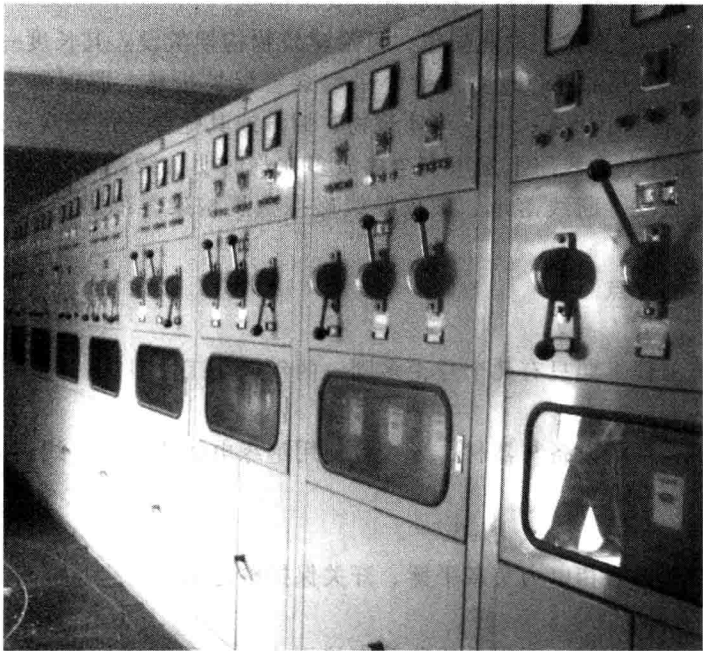

图 1-2 低压配电柜布局图
- (1) 选择低压配电装置时，除应满足所在网络的标称电压、频率及所在回路的计算电流外，尚应满足短路条件下的动、热稳定。对于要求断开短路电流的通、断保护电器，应能满足短路条件下的通断能力。
- (2) 配电装置的布置，应考虑设备的操作、搬运、检修和试验的方便。屋内配电装置裸露且带电部分的上方不应有明敷的照明或动力线路跨越（顶部具有符合 IP4X 防护等级外壳的配电装置可除外）。
- (3) 成排布置的配电柜布局图如图 1-2 所示，长度超过 6m 时，屏后面的通道应有两个通向本室或其他房间的出口，分布在通道的两端。当两出口之间的距离超过 15m 时，其间还要增加出口。其屏前屏后的通道宽度，不能小于表 1-1 中给出的数值。